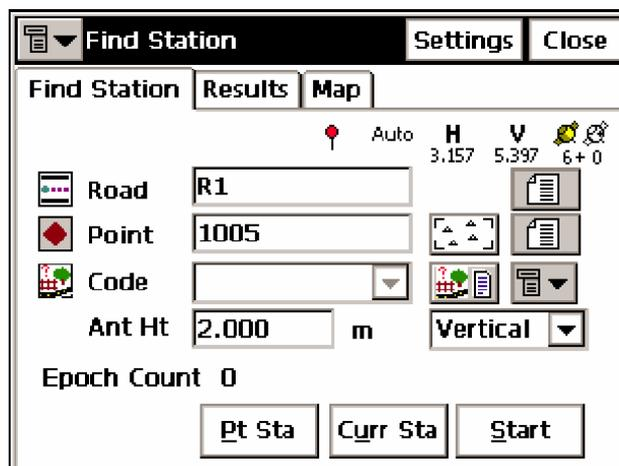

Рисунок 6-15. Найти Станцию
2. Введите название трассы, имя и код точки, а также высоту антенны и способ ее измерения (рис. 6-15).